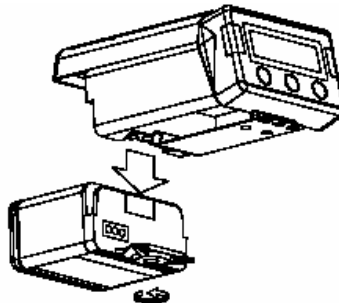

Figura 1-1. Separación del Paquete de Baterías
1. Separe el paquete de batería, Figura 1-1